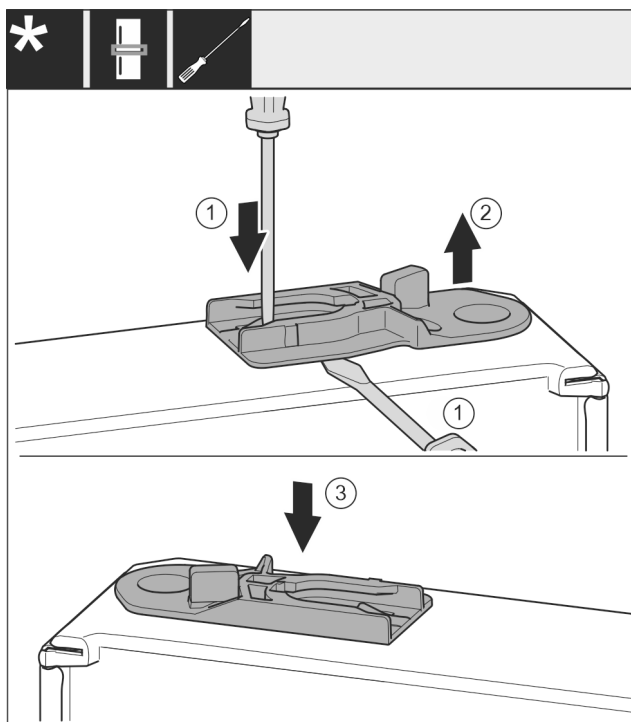

Fig. 34
- ▶ Húzza ki a vezetőhüvelyt: Nyomja a fedőlemezt Fig. 34 (1) lapos csavarhúzóval, és közben nyúljon lapos csavarhúzóval a vezetőhüvely Fig. 34 (2) alá. Záráscsillapítóval rendelkező készülékek:
- ▶ Tolja be a kiszállított csomagban található vezetőhüvelyt Fig. 34 (3) a ház másik oldalára.